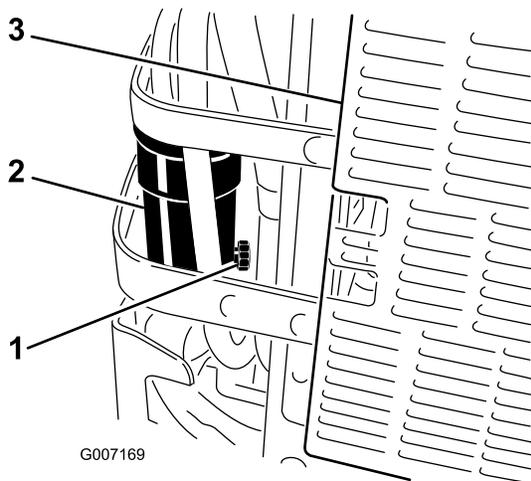

Figura 51
6. Aprite di circa un giro la valvola di spurgo sul separatore di condensa per permettere lo spurgo dell'acqua e di altre sostanze contaminanti (Figura 51).
7. Chiudete la valvola di spurgo quando inizia a fuoriuscire solamente gasolio (Figura 51).